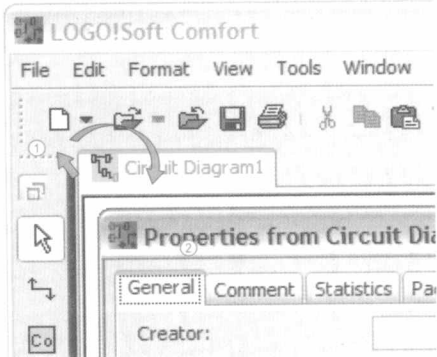

图 1-15 打开一个新电路图
要建立一个新的开关程序，首先要打开一个“电路”(“circuit diagram”)。要做到这点，首先要按“New”按钮，如图 1-15 中①所示。该电路以标准的 FBD(功能块图)形式显示。“Properties”窗口②与电路同时打开。项目的数据可以在此窗口输入。在此，项目数据的定义(第 2.3.1 节)最初是被忽略的。因此该窗口可以用“Cancel”予以关闭。